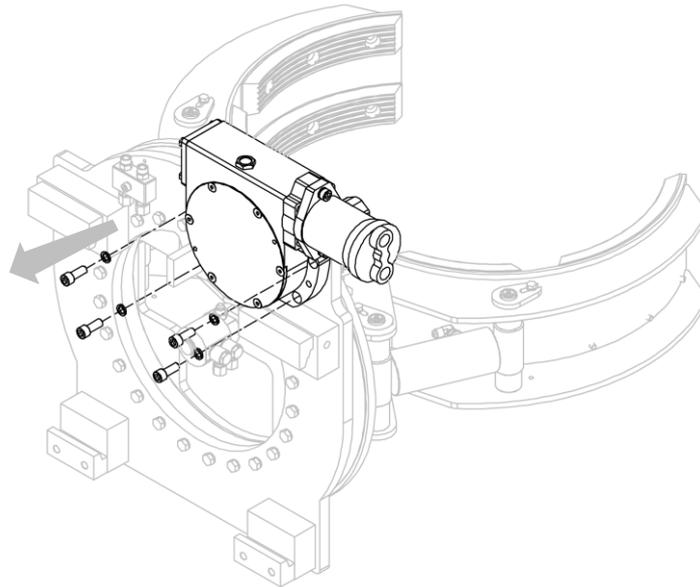

Figura 27
3. Rimuovere la coppia riduttore-motore dalla struttura dell'attrezzatura, dopo aver rimosso le relative viti e rosette elastiche che li sostengono (vedi *Figura 27*).